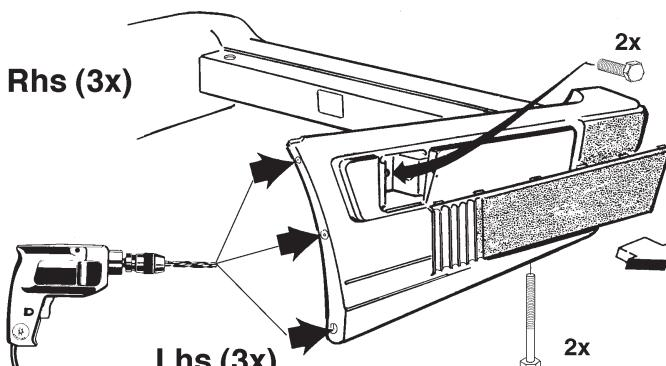
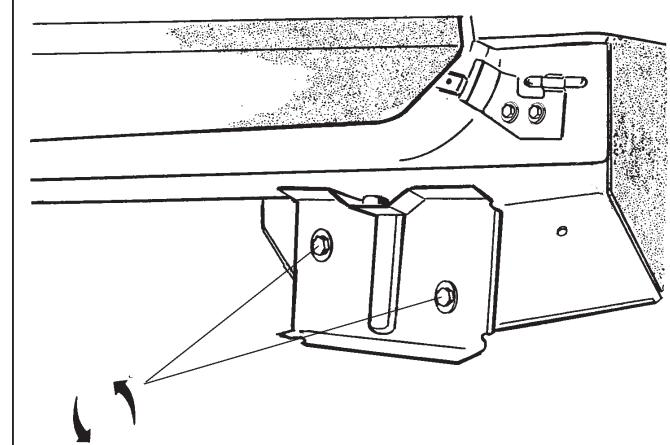

FIG.1
FIG.2
- Demonteer de bumper. Verwijder de vier bouten en zes popnagels zoals aangegeven in fig.1. Verwijder overeenkomstig fig.2 de bumperbevestigingsbeugels t.p.v. het linker en rechter chassis. Neem de achterste uitlaat bevestiging los.
1. Remove the bumper. Take out the four bolts and six pop rivets as shown in Figure 1. Remove the bumper fixing brackets at the right and left of the chassis as shown in Figure 2. Release the rearmost exhaust mounting.
left of the chassis as shown in Figure 2. Release the rearmost exhaust
shown in Figure 1. Remove the bumper fixing brackets at the right and
- Die Stoßstange abmontieren. Die vier Schrauben und sechs Hohlnieten gemäß Abb. 1 entfernen. Stoßstangenhalterungsbügel beim linken und rechten Fahrgestell gemäß Abb. 2 entfernen. Die hinterste Auspuffhalterung abnehmen.
1. Démonter le pare-chocs. Enlever les quatre boulons et les six faux rivets, comme indiqué à la fig. 1. Enlever conformément à la fig. 2 les étriers de fixation du pare-chocs à l'emplacement des châssis droit et gauche. Enlever la fixation d'échappement arrière.
1. Demonter kofangeren.. Fjern de fire bolte og de seks nittenagler som anvis i fig. 1. Fjern ifølge fig. 2 montagebøjlerne til kofangeren i venstre og højre side af chassiset. Demonter det bageste udstødningsophæng.
1. Desmontar el parachoques. Retirar los cuatro tornillos y los seis clavos tubulares como indicados en la fig. 1. Retirar de acuerdo con la fig. 2 las abrazaderas para fijar el parachoques a la altura del chasis izquierdo y derecho. Desprender la sujeción posterior del tubo de escape.